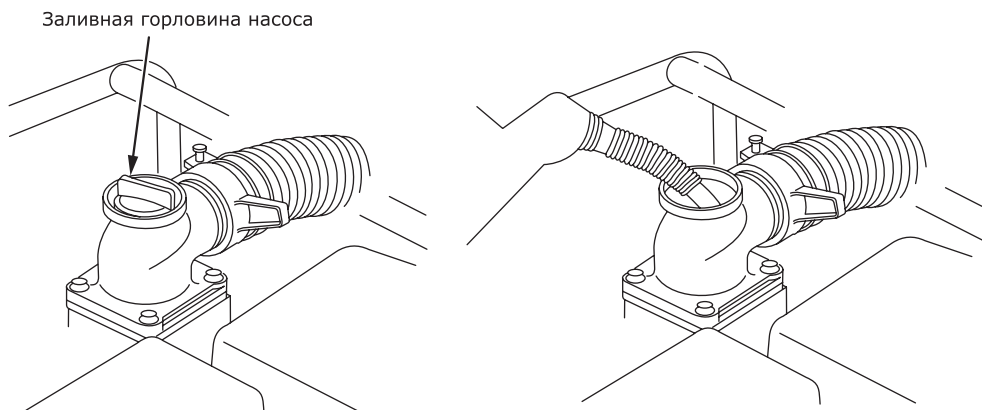

Рис. 9
- заполните насос водой до края горловины (рис.9);